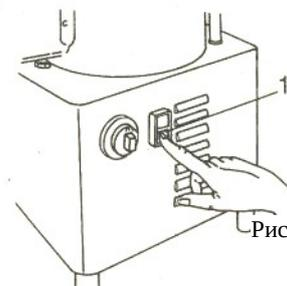

Рис.10
- для прерывания рабочего цикла до истечения заданного времени нажмите красную кнопку (рис.10);